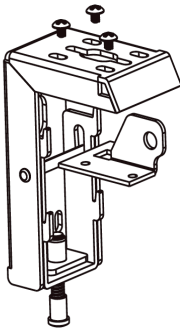

Abbildung 14
2. Befestigen Sie die Deckenabhängiger mit den im Lieferumfang befindlichen M5x10 mm Schrauben an den Wandhalterungen und stellen Sie sicher, dass die Schrauben an der Wandhalterung fest angezogen sind. (Abb. 14 und 15)